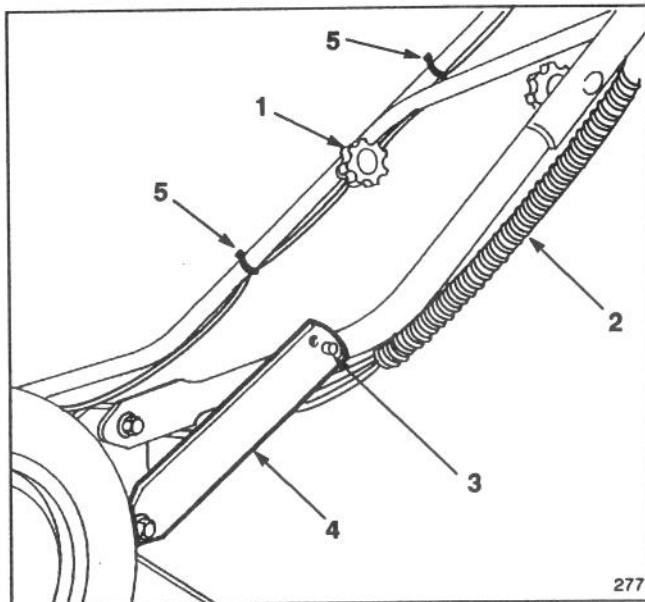

Abb. 1
1. Die Schiebestange ausrichten und die Drehknöpfe anziehen (Abb. 1). Die Rastklanken leicht aufeinander zubiegen (Abb. 1).
2. Die Schiebestange nach hinten schwenken, bis der Stift in das mittlere Loch des Verbindungsstücks einrastet (Abb. 1). Falls die Griffhöhe nicht bequem ist, kann sie durch Einrasten des Stifts in einem anderen Loch verstellt werden. Befestigen Sie die Kontrollkabel in der richtigen Position mit den Kabelklemmen.